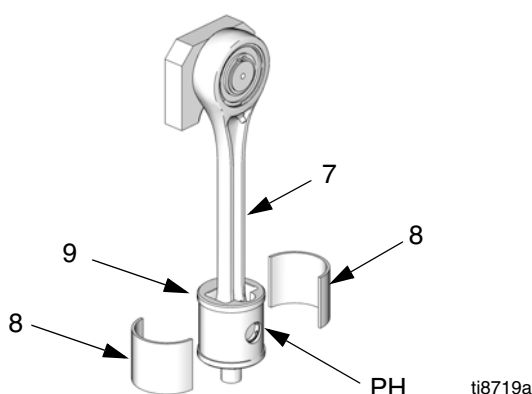

FIG. 17. Cojinetes de corredera
13. Vea la FIG. 17. Instale los dos cojinetes nuevos (8) en el pistón de corredera (9). Las juntas entre los cojinetes deben alinearse con el orificio del pasador (PH) en el pistón de corredera.
6. Arme el brazo de manivela (4) en la varilla de conexión (7) con dos anillos de retención (6), orientado como se muestra.
7. Asegúrese de que las juntas entre los cojinetes (8) se alineen con el agujero para el pasador (PH) en el pistón de corredera. Vea la FIG. 17 en la página 25.